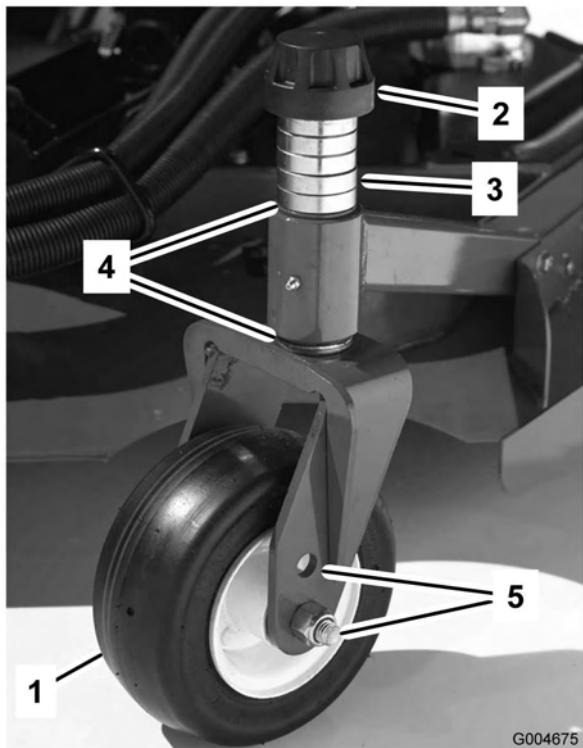
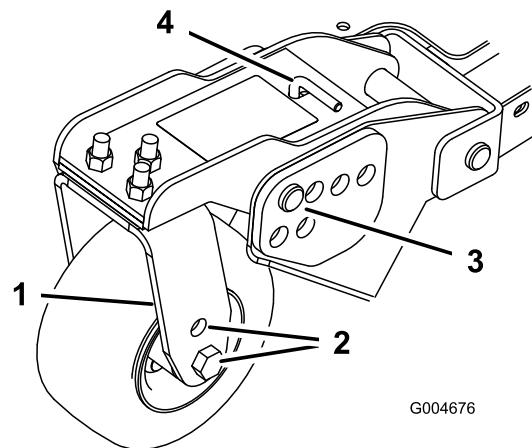

Figura 18
Figura 20
1. Posizionate gli assali delle ruote orientabili negli stessi fori di tutte le forcelle (Figura 18 e Figura 20). Vedere lo schema seguente per stabilire il foro corretto per la regolazione.
2. Togliete il cappuccio di tensione dall'asse del perno (Figura 18) ed estraete il perno dal braccio della ruota orientabile. Montate i due spessori (3 mm) sull'asse dei perni, come erano montati in origine. Questi spessori servono per ottenere un livellamento sull'intera larghezza degli apparati di taglio. Mettete il numero opportuno di distanziali da 13 mm sull'asse del perno, fino ad ottenere l'altezza di taglio richiesta, quindi montate la rondella sul perno.
4. Togliete la coppia ed i perni con testa dai bracci di rotazione delle ruote orientabili (Figura 20).
5. Girate il tenditore per alzare o abbassare il braccio di rotazione finché i fori non sono allineati con i fori della staffa dell'altezza di taglio selezionati, nel telaio dell'apparato di taglio (Figura 20 e Figura 21).